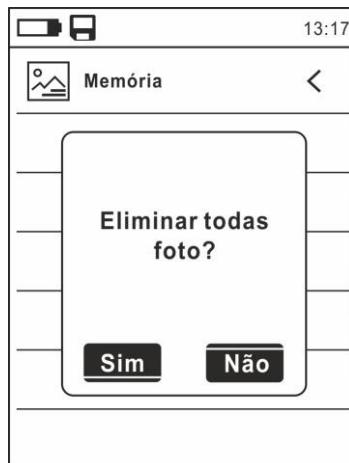

Fig. 18: Eliminação de todas as imagens guardadas
27. Premir o botão **☰** na imagem que se pretende abrir. Os ecrãs da Fig. 18 são apresentados no display